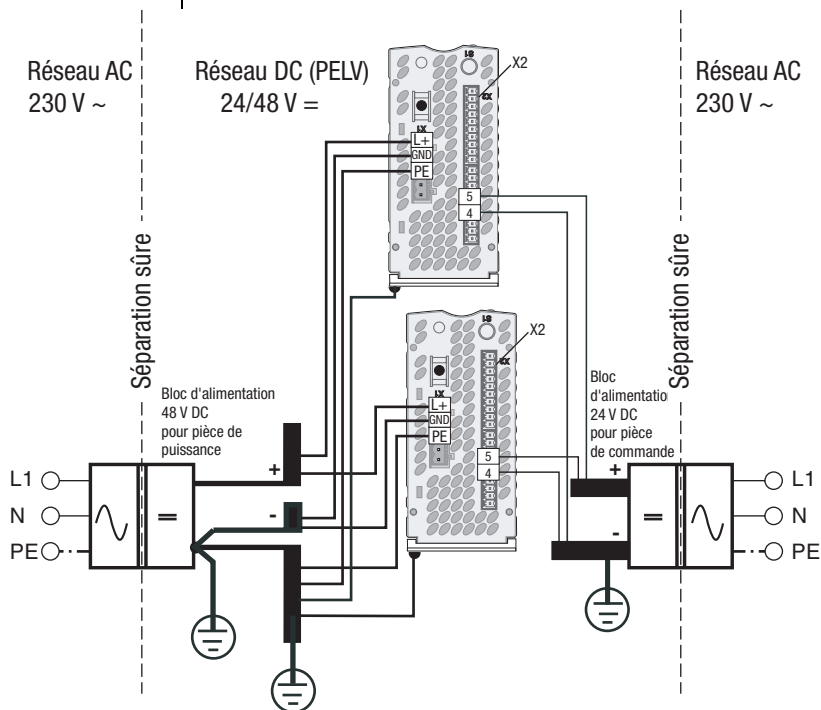

Fig. 3.3 Vue d'ensemble du raccordement du réseau DC
- Le pôle (-) des blocs d'alimentation doit être mis à la terre sur le point d'alimentation, comme représenté par la Fig. 3.3.